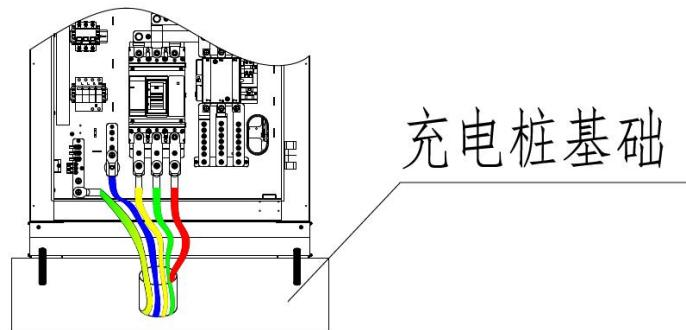

图 14
- 用 M12 螺丝将电缆头按对应的顺序固定在铜排上，扭矩为 25–30N·m，并校准力矩。（如图 14）